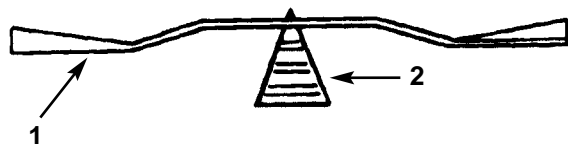

Fig. 38
2. Verificate il bilanciamento della lama appoggiandola su un supporto conico (Fig. 38). Se la lama rimane in posizione orizzontale, è bilanciata e può essere utilizzata; se non è bilanciata, limate del metallo dal retro. Ripetete fin quando la lama è bilanciata.